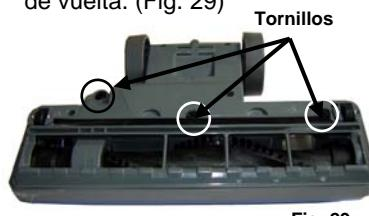

Fig. 29
- Use un destornillador plano o una moneda para girar los tres (3) tornillos en sentido contrario a las agujas del reloj $\frac{1}{4}$ de vuelta. (Fig. 29)